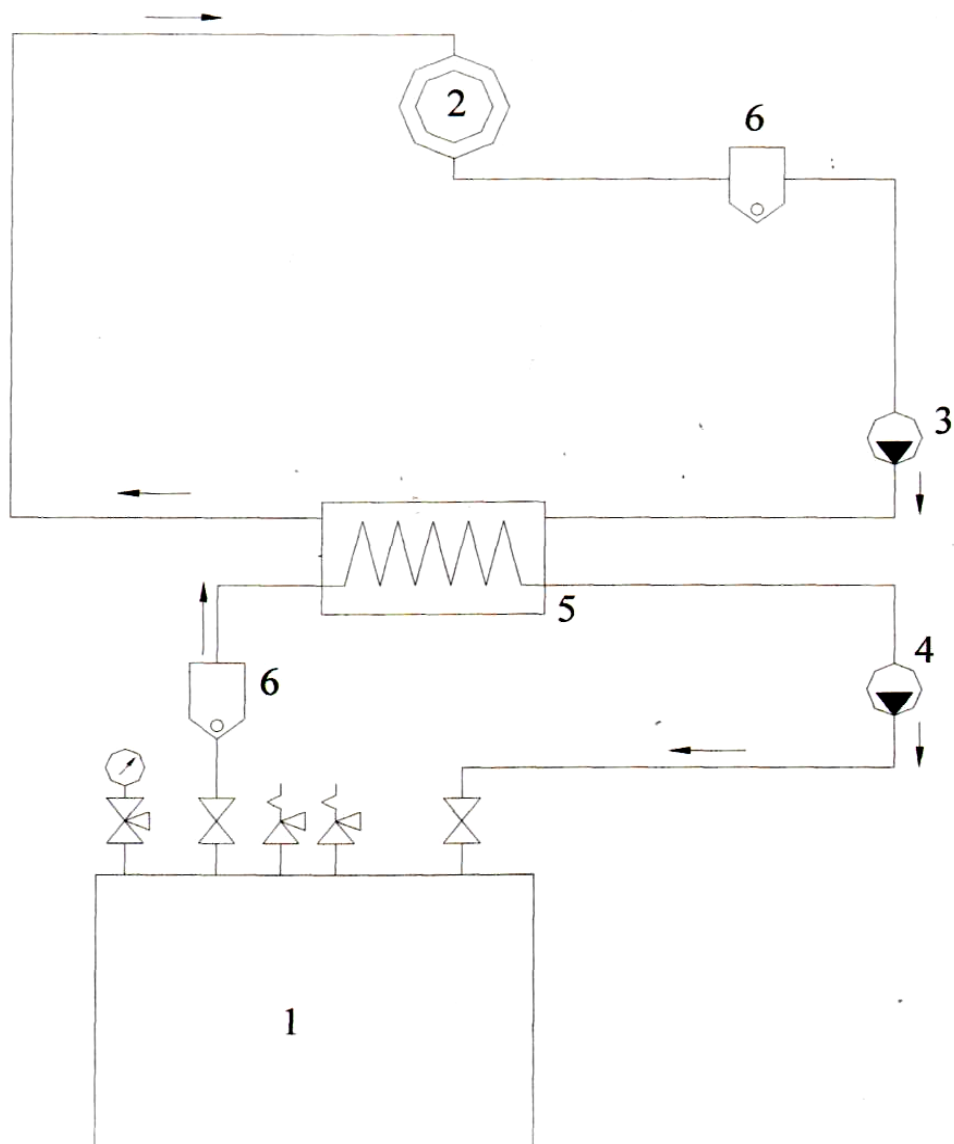

Рис.4 Принципиальная гидравлическая схема (рекомендуемая)
13.2.2 Обязку котла следует производить в соответствии с рекомендуемой принципиальной гидравлической схемой (рис.4) и проектом котельной.